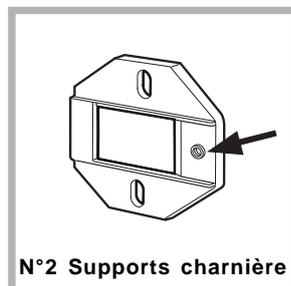

Fig. 1
- Montez les supports de charnière sur la façade en positionnant le trou indiqué par la flèche *fig. 1* côté interne de la façade, utilisez les vis de type **C**.